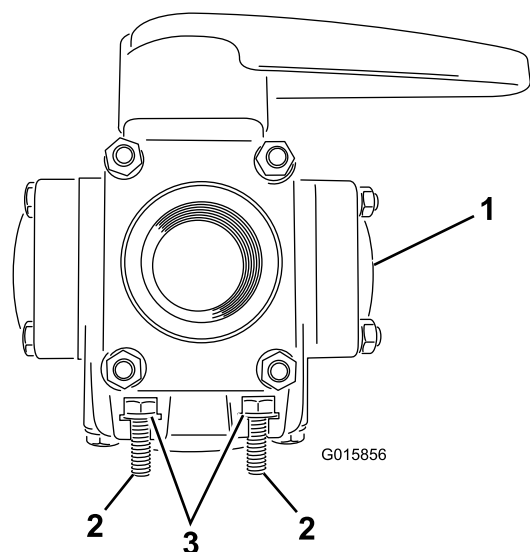

図 15
2. ボルト (6mm ; 4本) とワッシャ (6mm ; 4枚) を、フォーウェイ (4叉) バルブのスロットにセットする（図 15）。